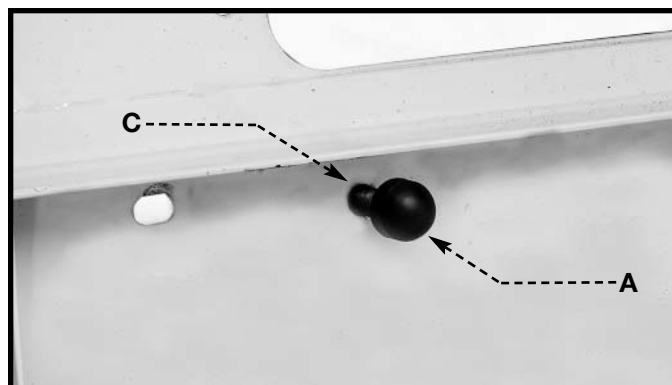

Fig. 10A
26. Coloque la tapa amortiguadora (A) Fig. 10A en el extremo roscado del tornillo (C).